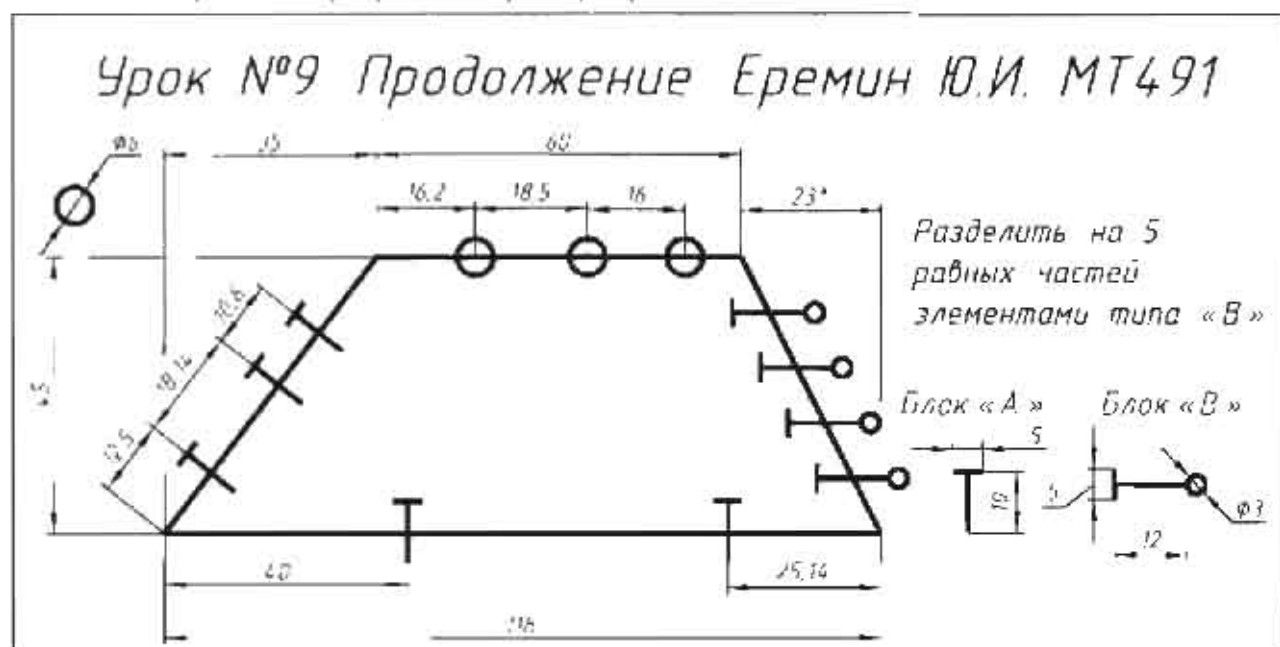

Рис. 10.3 Чертеж схемы к третьему заданию
10.2.3 Начертить схему, проставить размеры (рис. 10.3).
Перед простановкой размера также сделайте текущим размерный стиль «Фаска». Чтобы размер стрелок и текста не размещался на параллельных линиях **ISOCPEDR** сделайте замечание в размерном стиле «Фаска». На вкладке **Fit** (рис. 10.3) установите значение масштаба **Use overall scale of** равное 1,0.